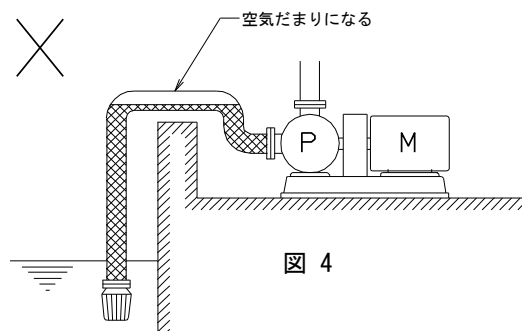

図 4
- (d) 吸込管は図 4 のように配管の途中で空気だまりになる凸部を作らないようにしてください。空気だまりのために揚水できなかったり、ドライ運転になってポンプ内しゅう動部を焼きつかせる恐れがあります。